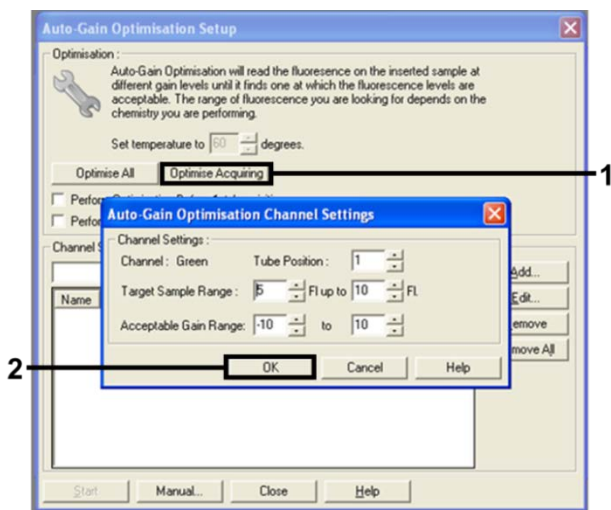

Figura 11. Otimização automática de ganho do canal verde.
13. Clique em Optimise Acquiring (Otimizar aquisição). As configurações para cada canal são exibidas. Clique em OK para aceitar esses valores padrão para ambos os canais. (Figura 11).